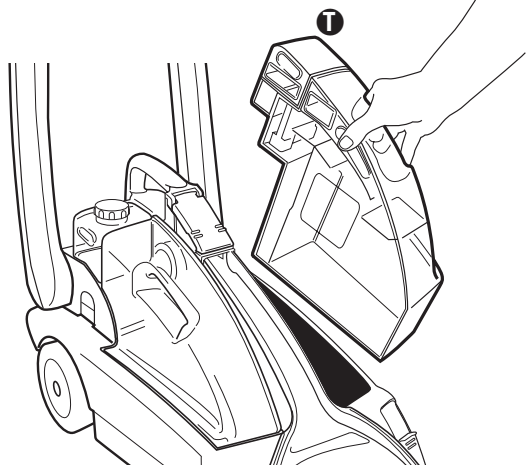

FIG. 6
Step 1: Pull straight up to remove the recovery tank from the unit (Fig. 6).
- Étape 1 :** Tirez tout droit et vers le haut pour enlever la cuve des eaux usées de l'appareil (Fig. 6).
- Paso 1:** Jale directamente hacia arriba para quitar de la máquina el tanque de recuperación (Fig. 6).